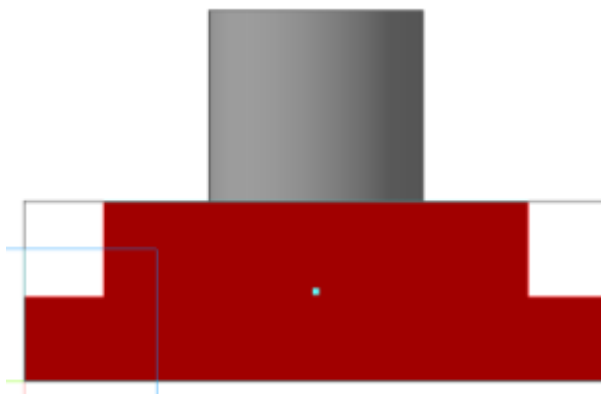

Рис. 7.14. Выбор грани
- 3) Выбираем ближайшую грань рис. 7.14;